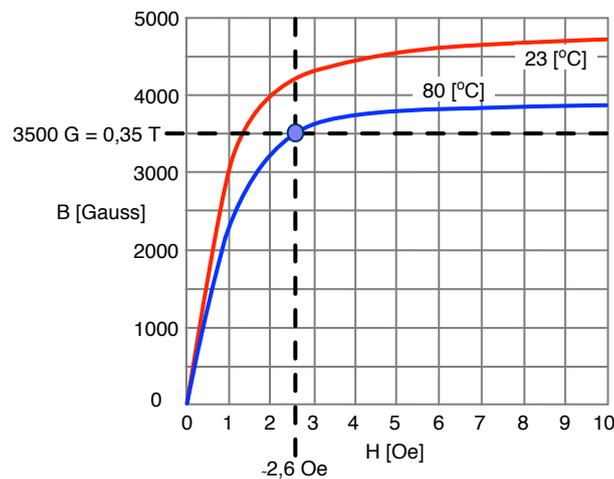

Figura 12 – Ponto de operação na curva $B \times H$ de ferrites.
- B – densidade de fluxo máximo, que depende do núcleo escolhido. Para o núcleo do fabricante Thornton, com as curvas mostradas na Figura 8, usa-se o valor de 0,35 T, conforme mostrado na Figura 12;